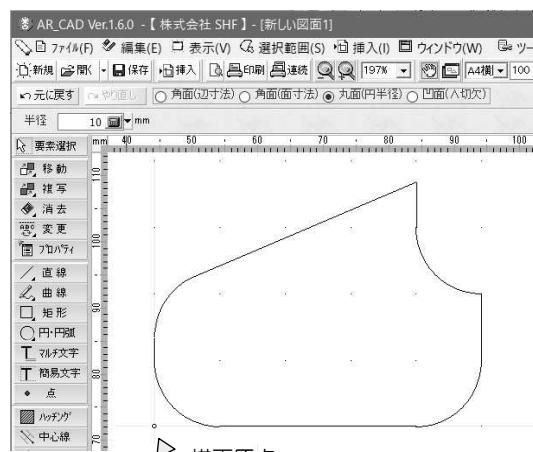

図 T1-1
- ① 描画原点を決めてから、外形図を描きます。図 T1-1